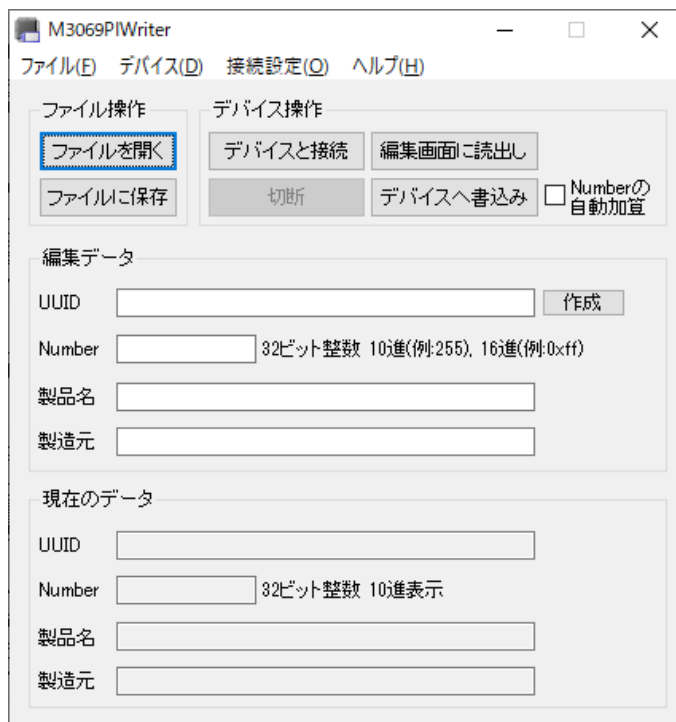

図 21 「M3069PIWriter」の画面
2. 設定ツールのメニュー画面(図 19)から[M3069PIWriter]ボタンを押します。図 21 のような画面が表示されます。